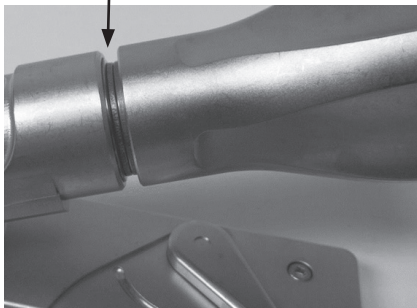

Figura 6: Ejemplo de arandelas de compresión cerradas
3. Coloque el dispositivo accesorio según sea necesario. Gire el mango principal en el sentido de las agujas del reloj hasta que se cierre la brecha entre las arandelas de compresión como se muestra en la Figura 6. El cierre de la brecha entre las arandelas indica que se ha alcanzado la tensión del cable recomendada, como se muestra en la siguiente imagen.